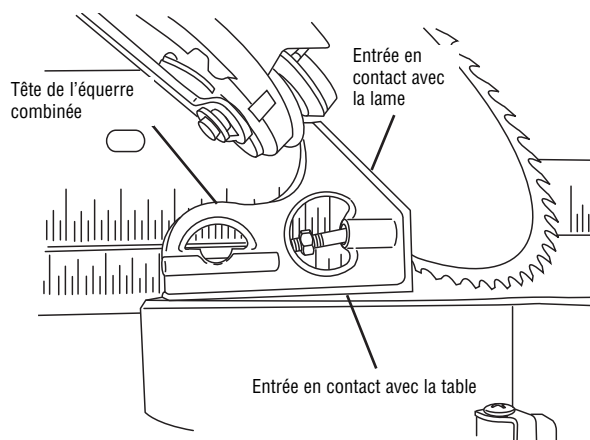

Figure 24
seulement la tête de l'équerre combinée sur la table de la scie de façon que son côté plat long repose sur la table et que son côté à 45° soit contre la lame inclinée (voir Figure 24).
5. Tout en tournant le boulon « F », regardez la lame s'incliner – tournez « F » jusqu'à ce que la plaque de la lame de scie soit totalement en contact avec le côté à 45° de la tête de l'équerre (voir Figure 24).